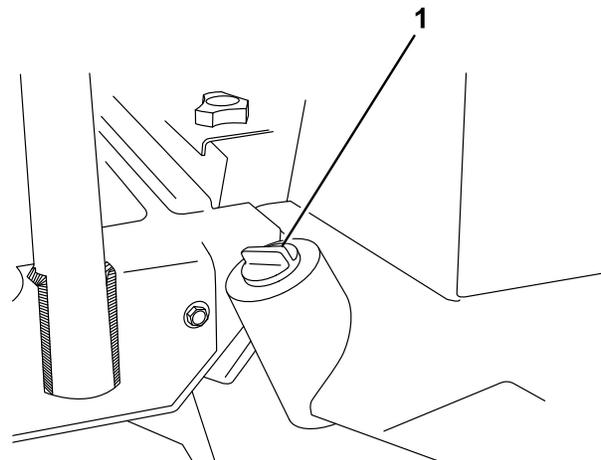

図 34
2. 油圧オイルタンクの注油口周辺をきれいに拭き、キャップ (図 34) を外す。給油口からキャップを取る。